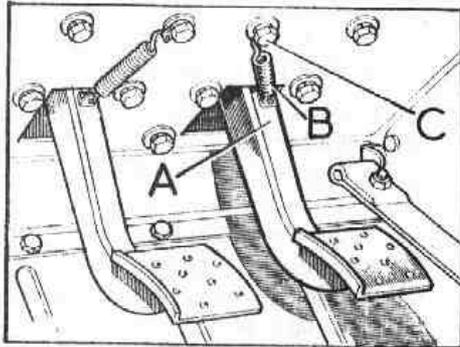
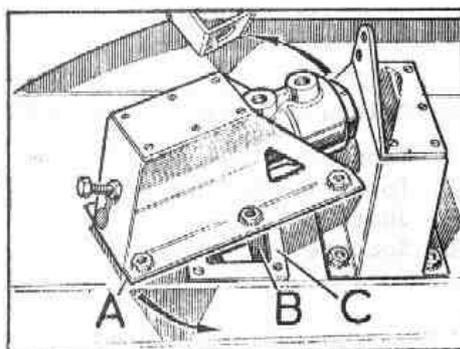

Fig. H-18 Elementos de fijación del - soporte del pedal
Fig. H-22 Montaje del pedal y soporte
- 1.3. Soltar el muelle de retroceso, B (Fig. H-18) del pedal del freno, A.
- 2.7. Fijar el conjunto del pedal y soporte, A (Fig. H-22) al salpicadero, asegurándose que la junta, C, permanece en su sitio. Enganchar el muelle de retroceso, B (Fig. H-18) entre el pedal y el soporte del salpicadero.